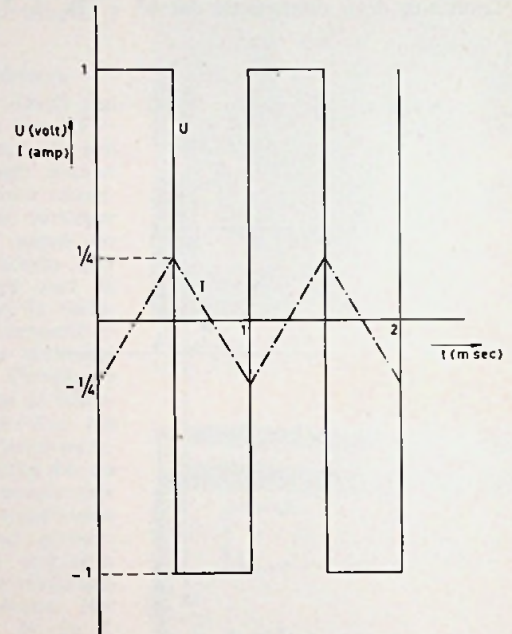

Fig. 3
- In fig. 3 is de gegeven kanteelspanning U getekend. Telkens is gedurende een halve periode de spanning constant; de stroom zal dan lineair toe- of afnemen. (Immers de spanning op een spoel is $U = L\Delta I/\Delta t$). Deze toe- of afname is gegeven door $\Delta I/\Delta t = U/L = 1/10^{-3} = 10^3 \text{ amp/sec} = 1 \text{ amp/msec}$. In de eerste halve periode neemt dus de stroom toe met $\frac{1}{2}$ amp, in de tweede halve periode neemt de stroom met eenzelfde bedrag af. Laat men inschakelverschijnselen buiten beschouwing, dan is geen gelijkstroomcomponent aanwezig en is de amplitude van de stroom $\frac{1}{4}$ amp.